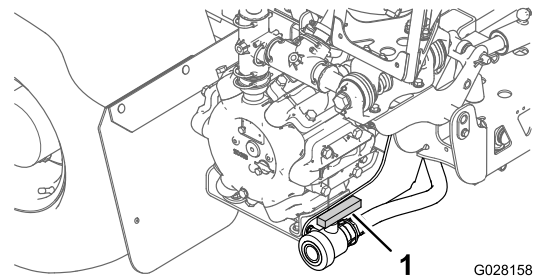

図 46
- タンクのドレンバルブは車両の後部にある **図 46**。